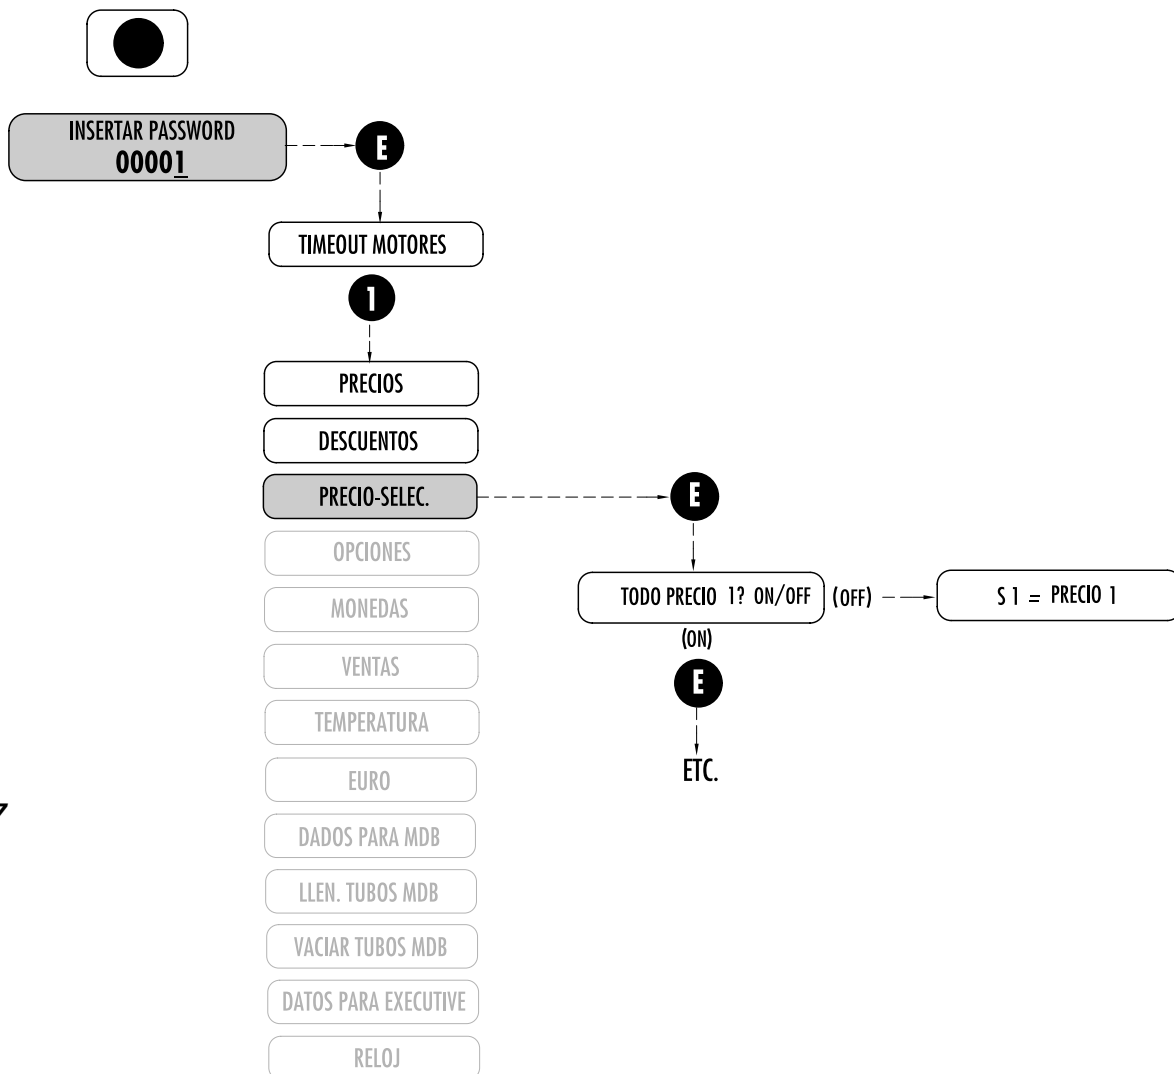

Fig. 7.7
7.2.4 PRECIOS-SELECCIONES (Fig.7.7)